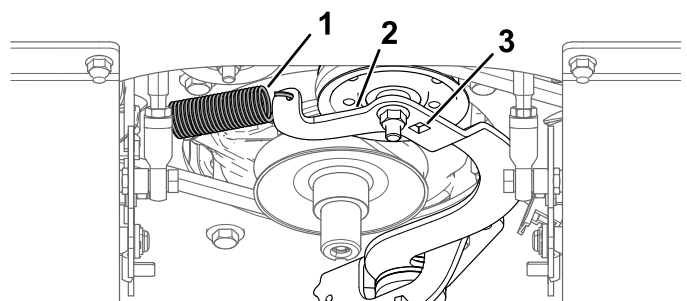

Figura 58
5. Introduzca una llave de carraca en el orificio cuadrado del brazo tensor para aliviar la tensión de la correa (Figura 58).
9. Instale el muelle en el anclaje del muelle. Utilice la llave de carraca para aplicar tensión al muelle, para que la correa pase por el borde de la polea tensora (Figura 58).